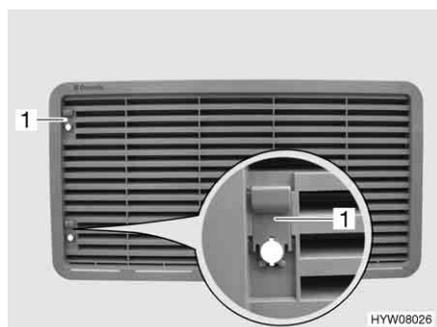

Fig. 142 Griglia di aerazione del frigorifero (con cursore)
- Spingere il cursore (Fig. 142,1) verso l'alto.